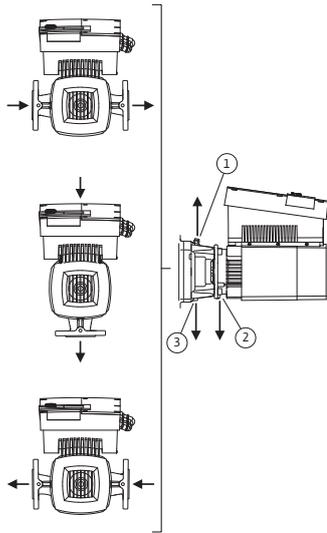

Fig. 23: Tilladte installationspositioner med vandret motoraksel
De tilladte installationspositioner med horisontal motoraksel og elektronikmodul, der vender opad (0°), er vist i Fig. 23. De tilladte installationspositioner med elektronikmodul monteret på siden (+/- 90°) er ikke afbildet. Enhver installationsposition undtagen "elektronikmodul nedad" (- 180°) er tilladt. Udluftningen af pumpen er kun sikret, hvis ventilationsventilen peger opad (Fig. 23, pos. 1).
Kun i denne position (0°) kan opstået kondensat bortledes målrettet via eksisterende borer, pumpelanterne (Fig. 23, pos. 3) samt motor (Fig. 23, pos. 2). Fjern proppen på motorflangen (Fig. 7, pos. 7a).